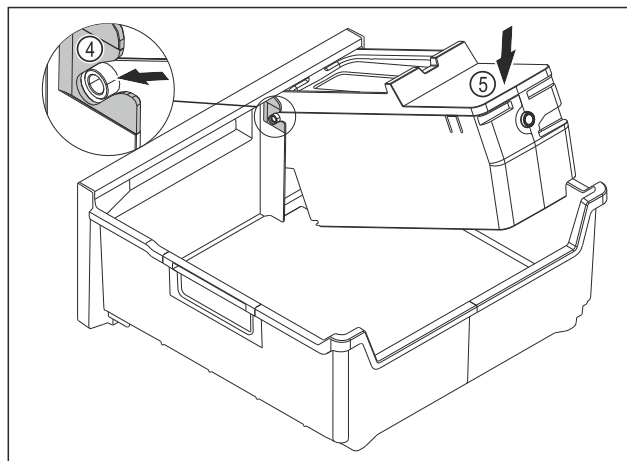

Fig. 175
- Montimi i kutisë EasyTwist-Ice: Futni akset e kutisë EasyTwist-Ice në kanalet udhëzuese Fig. 175 (4).
- Shtypni për poshtë kutinë EasyTwist-Ice Fig. 175 (5) në pjesën e pasme.